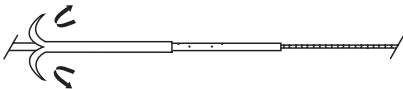

Fig. 3
- c) Dra tillbaka och skala av uträtaren för kateterframföring efter den inledande framföringen av katetern över ledaren. (Fig. 3)